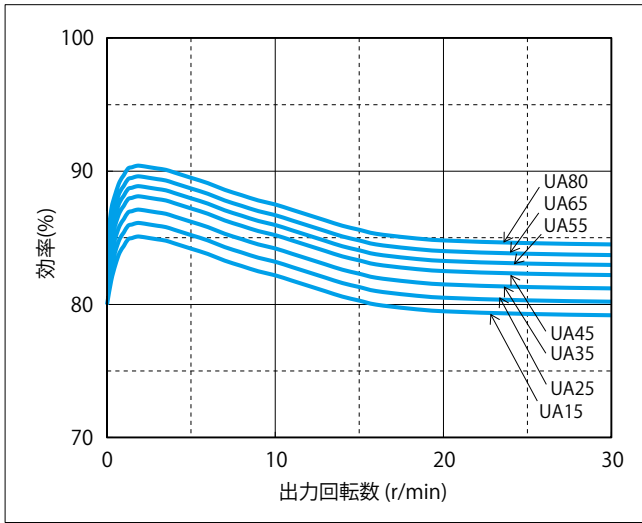
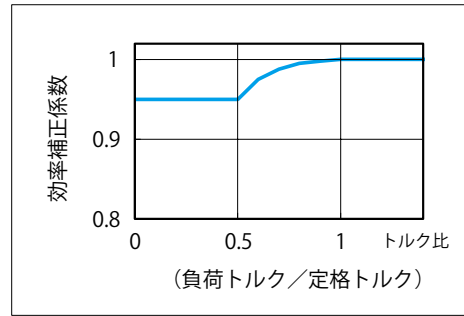

図 11 効率曲線
図 12 効率補正曲線
- ・図 11 は定格負荷トルク、グリース温度安定時ナラシ運転後の出力回転数に対する効率の平均値を示します。
- ・定格トルク以外の負荷トルクにてご使用の場合は、図 12 の効率補正曲線により効率を補正してください。
補正後効率 = 効率値 (図 11) × 効率補正係数 (図 12) …… (式 6)
- 注) 1. 負荷トルクが定格トルクより小さい場合は、効率の値が下がります。図 12 より効率補正係数を求めてください。